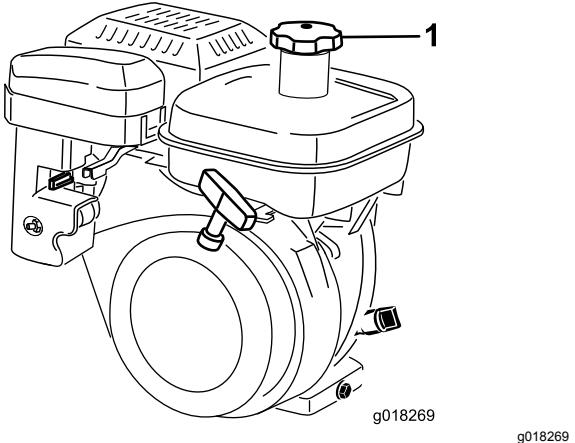

Figura 25
1. Pulite l'area intorno al tappo del serbatoio del carburante e togliete il tappo (Figura 25). Rabboccate il serbatoio del carburante non oltre la base del filtro.